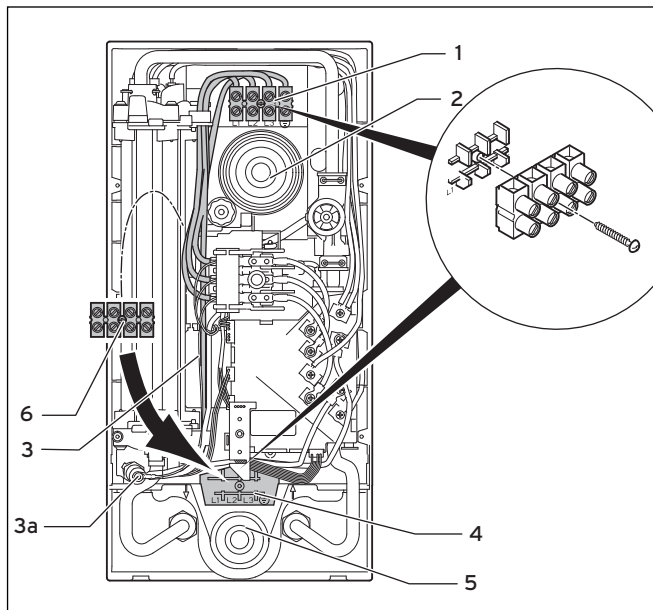

Abb. 4.11 Elektrischer Anschluss oben oder unten
- Schließen Sie die einzelnen Adern an L1, L2, L3 und den Schutzleiter der Netzanschlussklemme (**1** in Abb. 4.11) an.
- Schrauben Sie die Netzanschlussklemme (1) ab (siehe Abb. 4.11).
- Verlegen Sie die Netzanschlussklemme (6) inklusive der internen Kabel an die untere Position (4) im Gerät.
- Schrauben Sie die Netzanschlussklemme an der unteren Position (4) fest.
- Achten Sie besonders auf den internen Schutzleiter (3), der an der Position 3a verschraubt ist.
- Schließen Sie die einzelnen Adern an L1, L2, L3 und den Schutzleiter der Netzanschlussklemme (1 in Abb. 4.11) an.